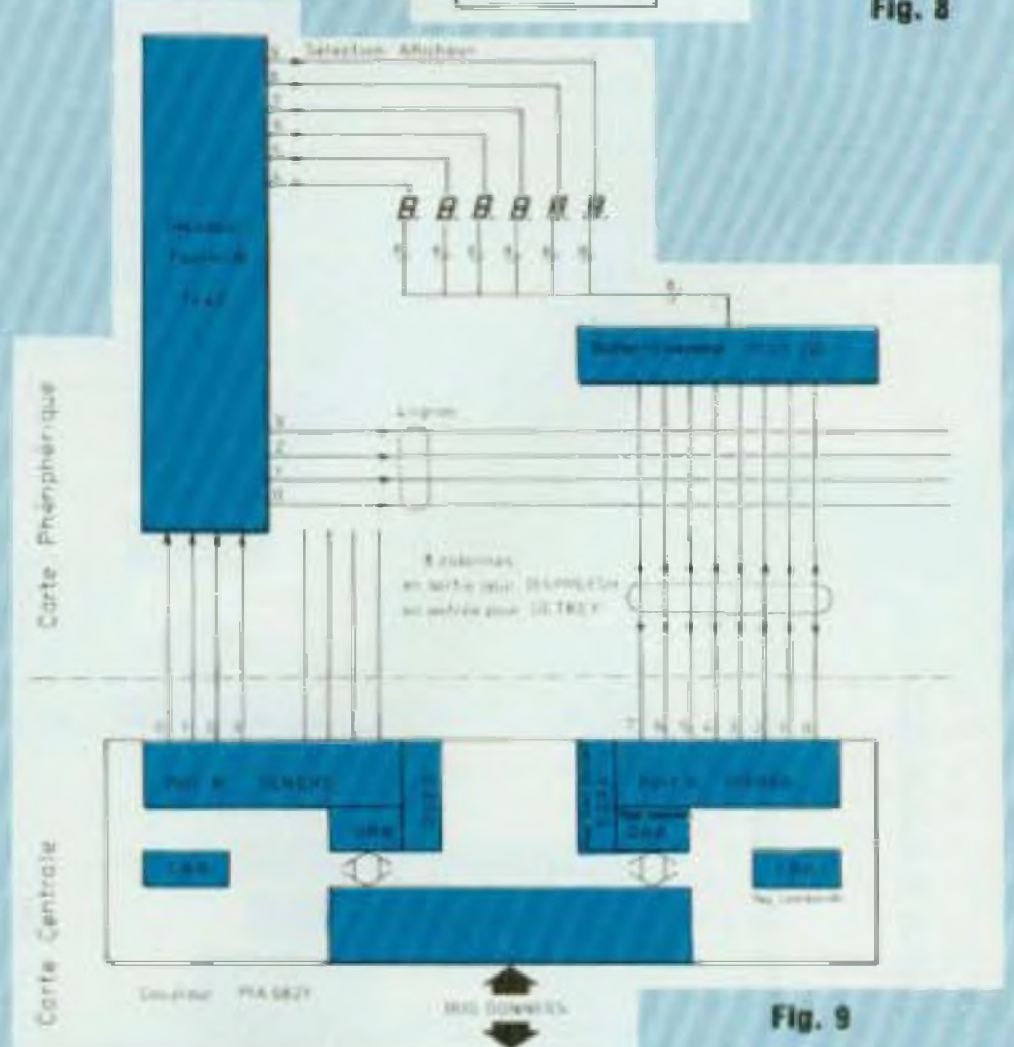

Fig. 9
- Fig. 9 : Coupleur d'entrée/sortie et carte périphérique.
La figure 9 représente le schéma de principe du coupleur d'entrée-sortie et sa connexion au clavier et à l'affichage.